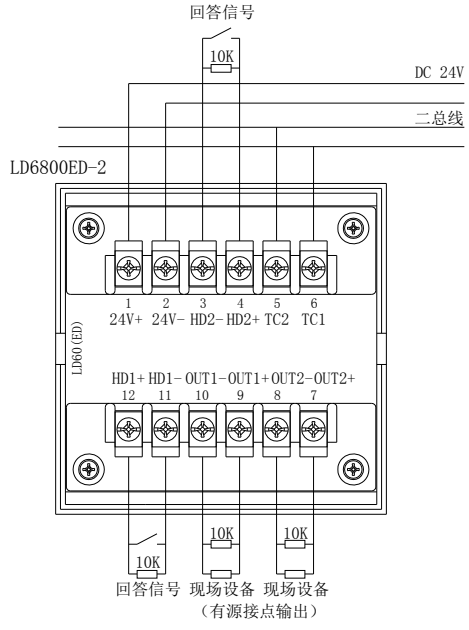

图 4-2
- ★ 接线：剪、剥导线后按照接线图和端子图将TC二总线、DC 24V电源线与相应端子正确连接，并且模块输入线、输出线末端（远离模块端）并联一个10KΩ的终端电阻（具体接线参照图4-2接线图）。